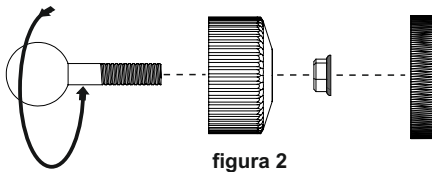
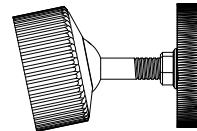

figura 2
figura 3
Monte las piezas (3), (4) y (5) como muestra la figura 2. Atornille la pieza (4) dentro de la inserción roscada del altavoz (6). Fije la tuerca M10 (5) contra el altavoz. El montaje se muestra en la figura 3.